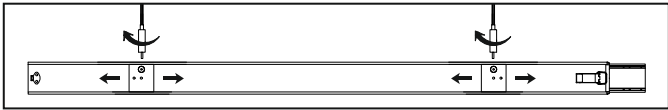

Рис. 1
- 5.11 Закрепите тросики с помощью кангового зажима и скоб на первом осветительном приборе в линии. При необходимости возможно отрегулировать положение скоб на корпусе осветительного прибора (рис.1). Излишки тросиков удалите.